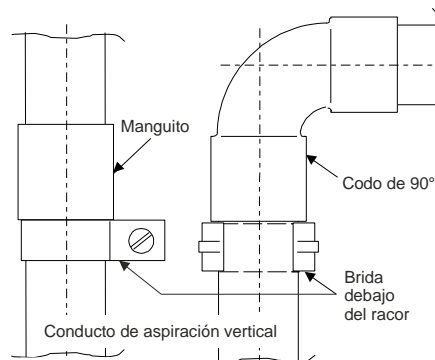

Fig. 35 Conducto de aspiración vertical
- Si el conducto de aspiración o algunos de sus elementos se colocan en vertical (p. ej., en una línea ascendente), debe garantizarse que los tubos no puedan deslizarse hacia abajo (colocar bridas justo debajo de los racores según la Fig. 35).